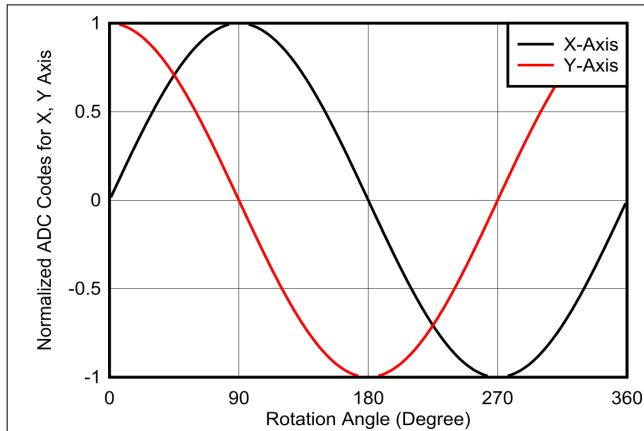
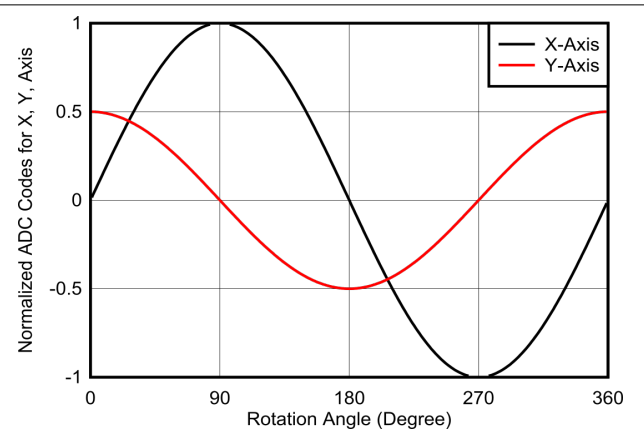

图 8-20. 进行同轴测量时 360 度全方位旋转的 X 和 Y 传感器数据
图 8-21. 进行离轴测量时 360 度全方位旋转的 X 和 Y 传感器数据
- 完整 360 度旋转的归一化图如图 8-20 或图 8-21 所示。